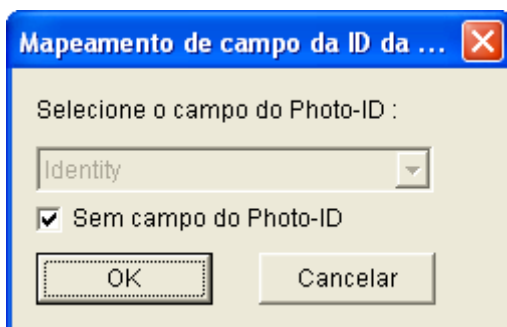

Figura 4-8
- **Mapeamento de campo da ID da foto:** Selecione o campo photo-ID para que o banco de dados possa mapear o ID da foto para a sua foto correspondente (veja a Figura 4-8).